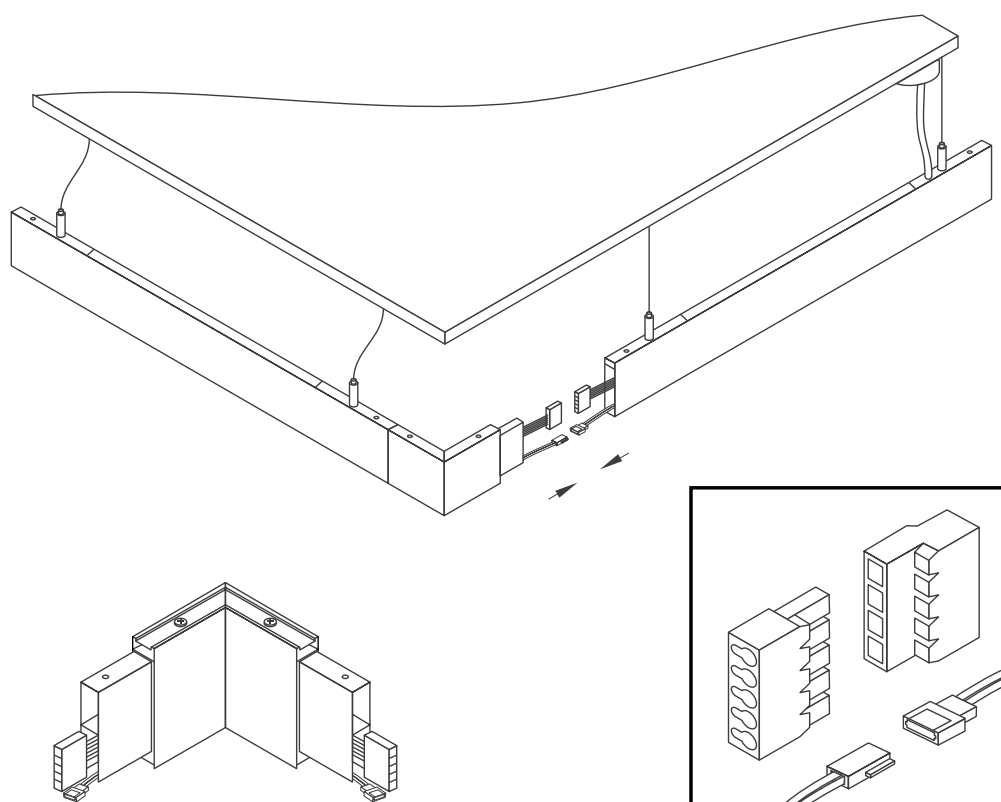

Рис. 4. Соединение светильников с использованием угловых соединителей
⚠ Для подключения последующих светильников (указан как тип II на рис. 4) к начальному отсоедините провод питания у светильника в разъеме и удалите его из корпуса светильника.
**ВНИМАНИЕ!** Угловой соединитель не имеет собственного блока питания и должен подключаться к соответствующему разъему линейного светильника (см. рисунок 4). Питание светильников типа II осуществляется через шлейфы (см. рисунок 4), проходящие сквозь угловые соединители (входят в комплект поставки угловых соединителей).